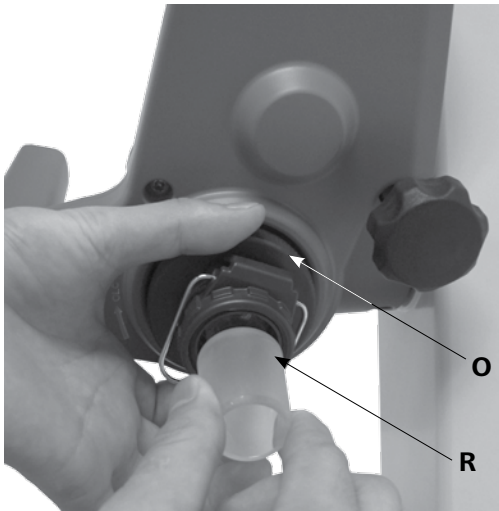

Fig. 14b
- 그런 다음, 잠금 장치 (O)를 시계 방향으로 60° 돌려서 잠급니다. (Fig. 14b)